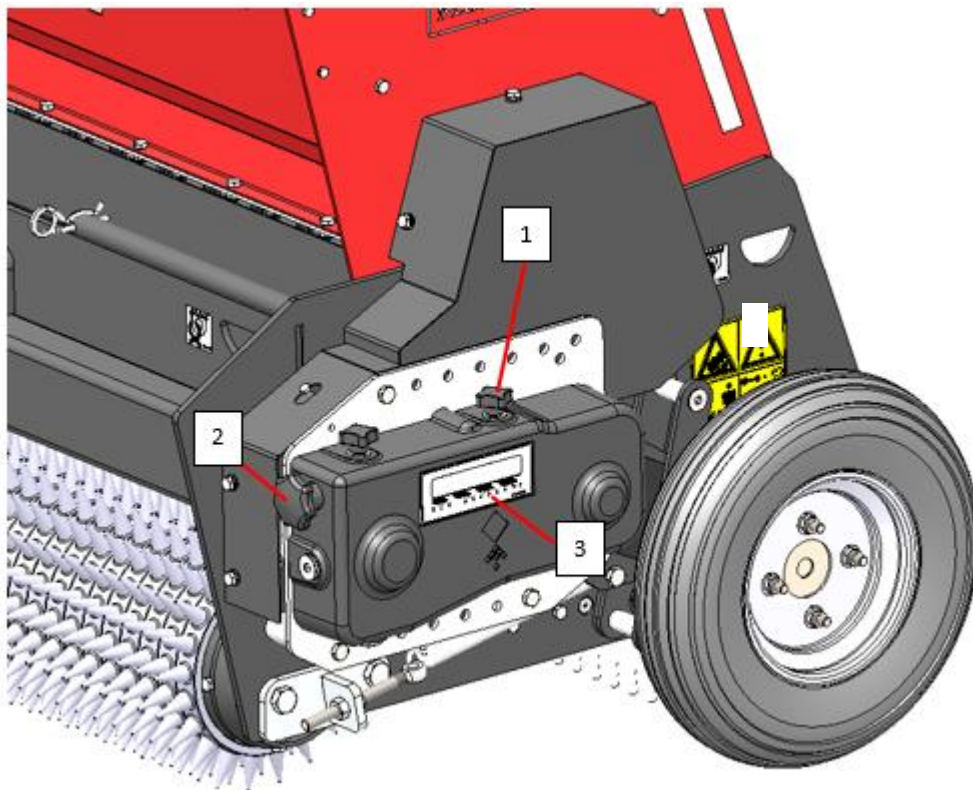

Bild 4
1. Lossa stjärnvreden (1) (se Bild 4).
2. Vrid stjärnvredet (2) för att ändra inställningen. Inställningen kan avläsas på dekalen (3).
3. Dra åt stjärnvreden (1) igen.